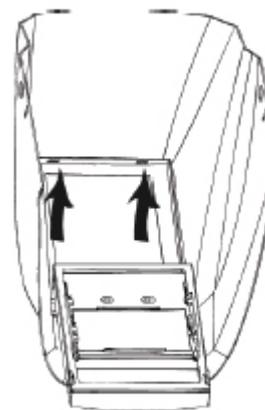

Fig.10
- e. Insérez les languettes du cadre de retenue de la lentille arrière sous les deux fentes du masque (Fig. 10).